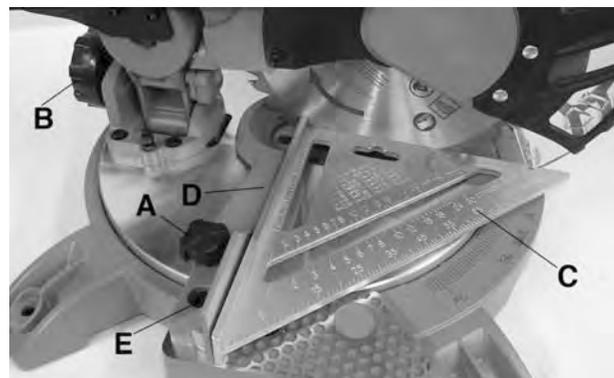

Figure 9
3. Deserrez les boutons de verrouillage de la table (A) Fig.9. Pivotez la table jusqu'à ce que l'indicateur s'aligne avec le 0°. Reserrez les boutons de verrouillage de la table.
4. Deserrez le bouton de verrouillage (B) Fig.9 du biseau à l'arrière de l'outil et réglez la tête à 90°. Reserrez le bouton de verrouillage du biseau.
5. Placez une équerre (C) Fig.9 sur la table et contre le guide (D) et la partie à plat de la lame.
8. Desserrez les deux boulons à tête cylindrique (E) Fig.9 du guide. Positionnez le guide contre l'équerre et reserrez les boulons à tête cylindrique.
3. Deserrez le bouton de verrouillage du biseau (B) Fig.9 et inclinez la tête vers la gauche à l'angle désiré (entre 0° et 45°). Reserrez le bouton de verrouillage.
3. Deserrez le bouton de verrouillage du biseau (B) Fig.9 et déplacez la tête à l'angle désiré (entre 0° et 45° vers la gauche). Reserrez le bouton de verrouillage.